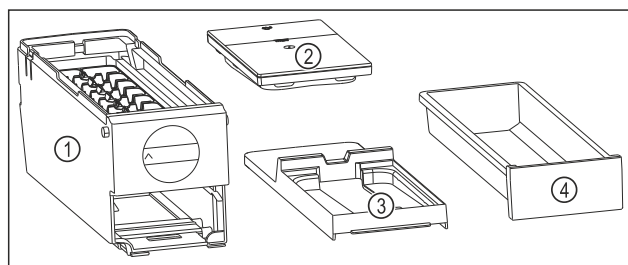

Fig. 119 Компоненти EasyTwist-Ice
- EasyTwist-Ice складається з чотирьох частин. (див. Fig. 119)
- Розбирайте EasyTwist-Ice тільки на зображені компоненти. (див. Fig. 119)
- Очистіть корпус EasyTwist-Ice Fig. 119 (1) без розбирання.